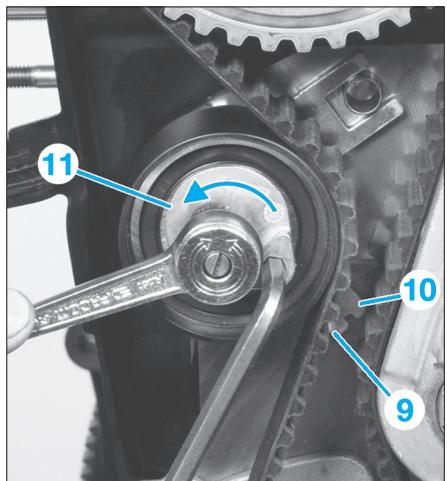

Fig. 13
- Placer l'index (9) sous le repère (10) en tournant le galet tendeur (11) dans le sens inverse horaire (Fig.13) et serrer la vis du galet tendeur.